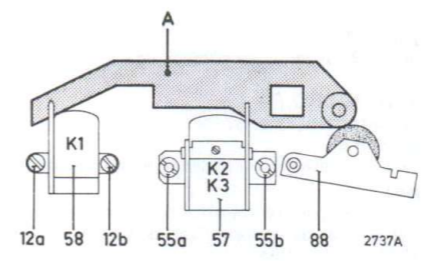

Fig. 6
I. INSTELLING VAN DE OPNEEM/WEERGEFFKOP 57 EN WISKOP 58 (Fig. 6)
De toonas is in de produktie zeer nauwkeurig loodrecht ingesteld en het wordt daarom sterk afgeraden de toonas te verstellen. Bij vervanging van één van de koppen kan men er van uitgaan dat de niet te vervangen kop op de juiste hoogte ingesteld staat. De hoogte van de andere kop kan dan worden ingesteld met de instelmal A, zie fig. 6, codenummer mal A: 4822 402 60245.
A. Hoogte-instelling van de opneem/weergeeffkop 57 rechterzijde (Fig. 6)
B. Instelling van azimuth (Fig. 6)
C. Instelling van de wiskop 58 (Fig. 6)